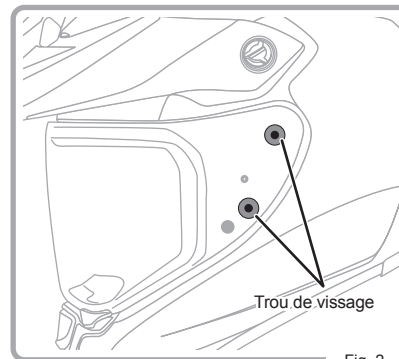

Fig. 2
2. Alignez les trous du cliquet de visière avec ceux du casque. (Fig. 2)